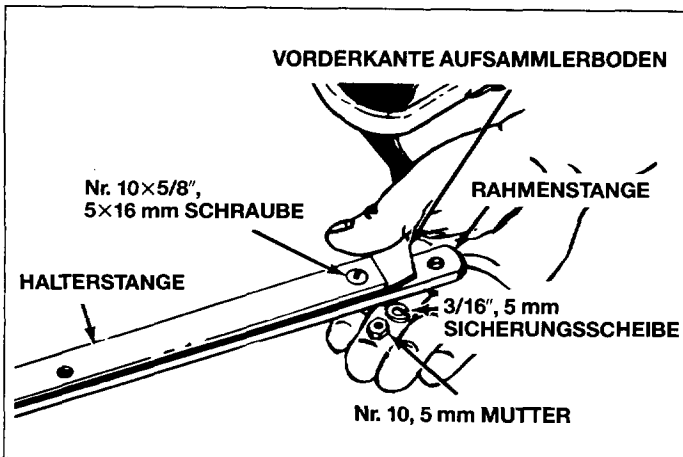

Bild 18
- Den Rahmen (unterer Teil) und den Halter (oberer Teil) an dem vorderen Teil des Behälter-Unterteils anbringen. Den Halter zu oberst und den Rahmen zu unterst anbringen. Mit sechs Schlitzschrauben $5 \times 16 \text{ mm}$ (Nr. $10 \times 5/8''$), Sicherungsscheiben 5 mm ($3/16''$) und Muttern 5 mm (Nr. 10) befestigen. Siehe Bild 18.